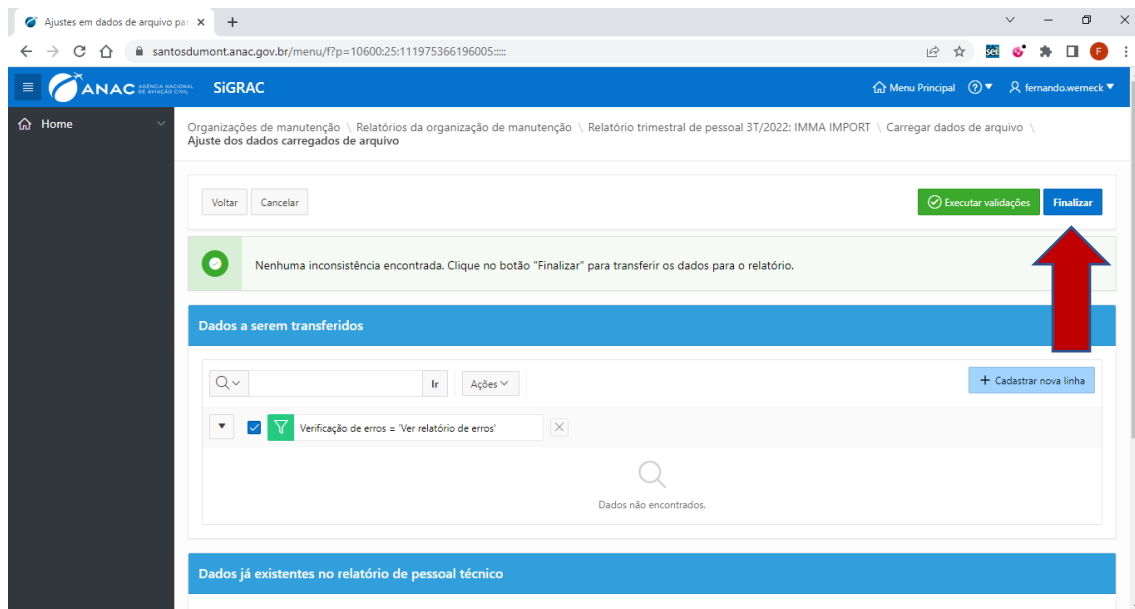

Figura 33: Tela de finalização da inserção de dados
1. Clique em **Ver relatório de erros** e visualize o erro informado e feche a tela no ícone  (Figura 33);